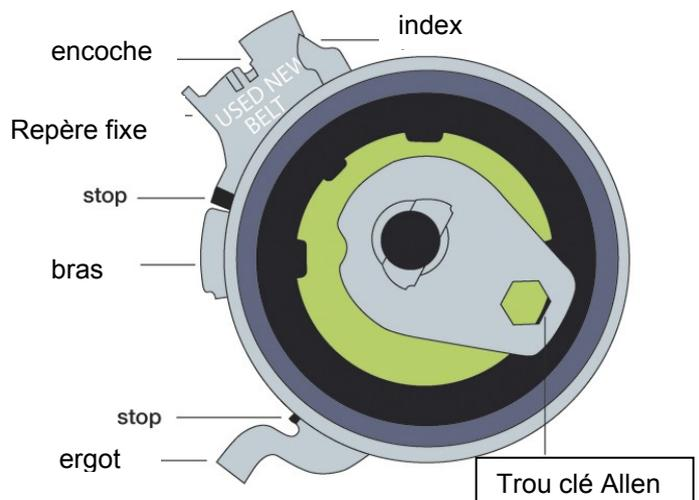

Fig. 2
8. Tourner le tendeur (avec la clé Allen) dans le sens contraire des aiguilles d'une montre (pendant que l'on maintient la vis à sa place) jusqu'à ce que l'index soit aligné (mais ne dépasse pas) avec le côté droit du repère fixe (fig. 2).